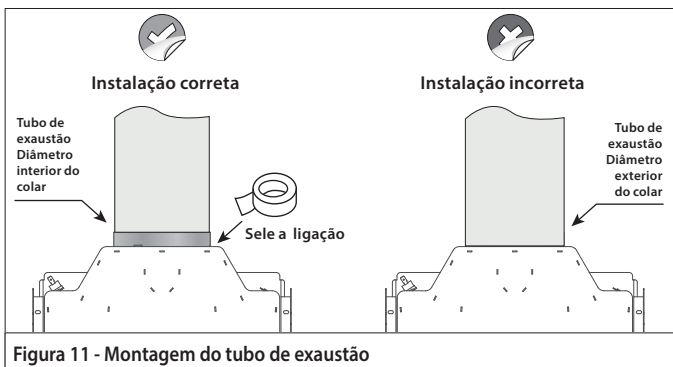

Figura 11 - Montagem do tubo de exaustão
- A conduta de exaustão deve ser fixada no aparelho dentro do diâmetro interno do colar exaustão, *ver figura 11 - Montagem do tubo de exaustão*.